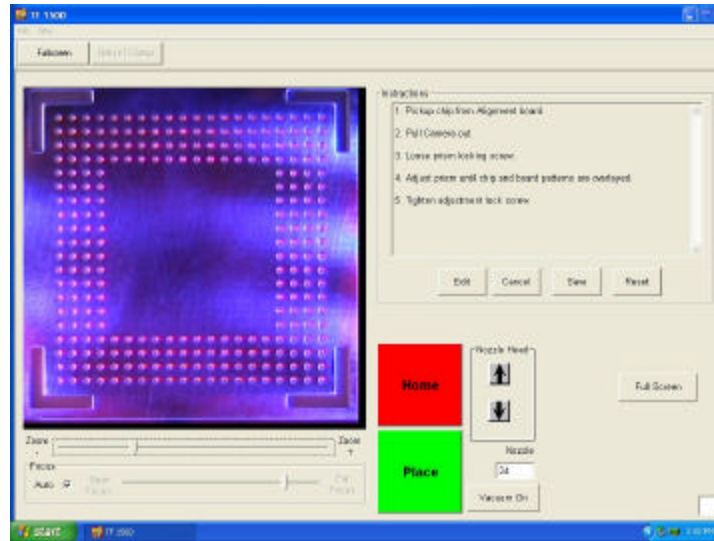

Figura 12
- x. L'immagine visualizzata deve essere allineata come mostra la Figura 12.